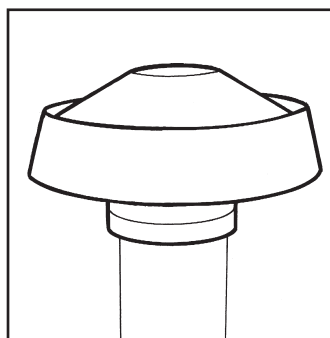

Fig. 1
- Desenganchar los retenes (A) y retirar la tapa (B).
- Extraer el cartucho interno (C) y efectuar la limpieza.
- Limpie también las aberturas de entrada de aire de la cúpula (Fig. 1) de cualquier cuerpo extraño que obstruya la entrada de aire.